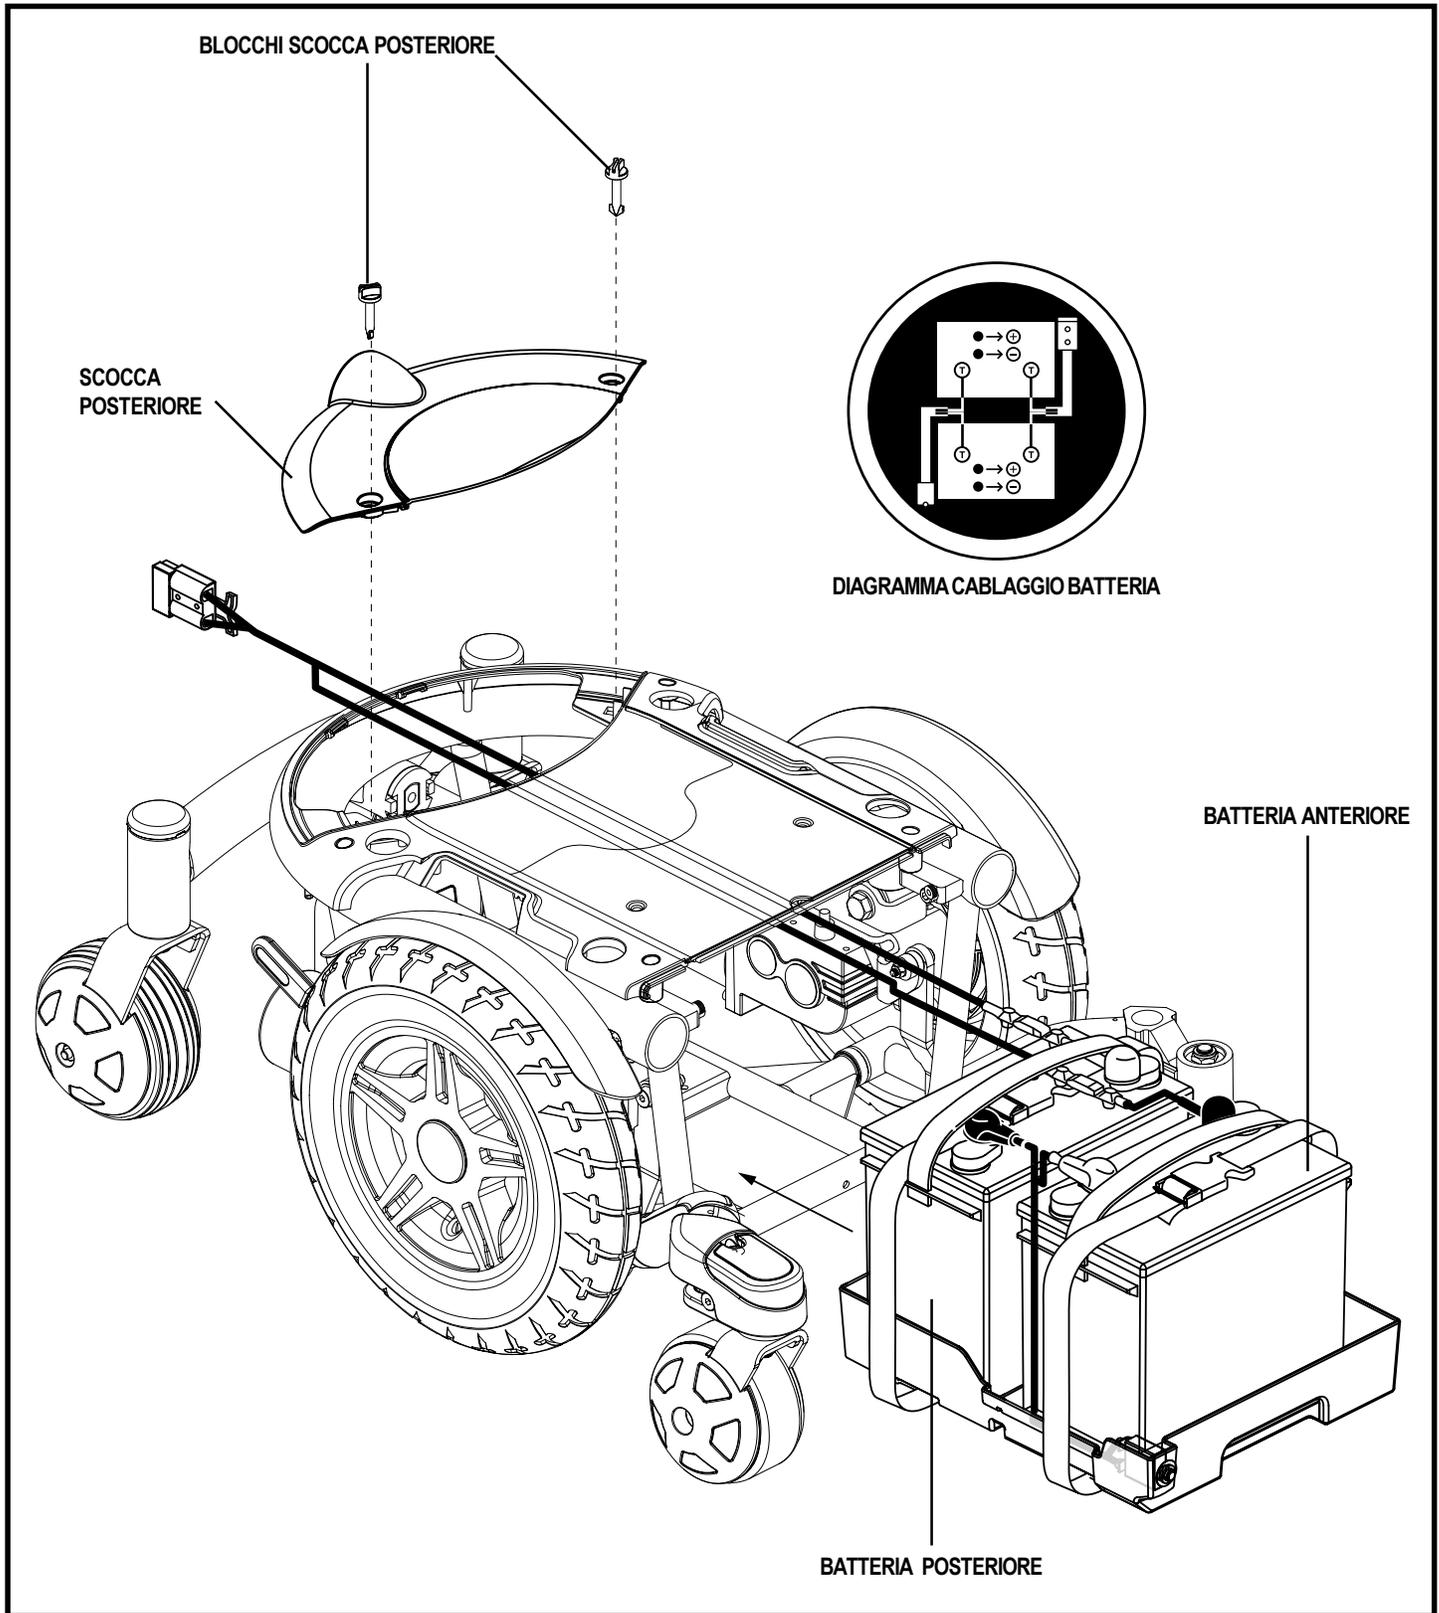

Figura 30. Installazione della batteria
3. Ruotare i blocchi scocca posteriore di un quarto di giro in senso antiorario. Vedere figura 30.
13. Collegare il gruppo batteria alla batteria anteriore seguendo il diagramma di cablaggio corrispondente. Vedere figura 30.